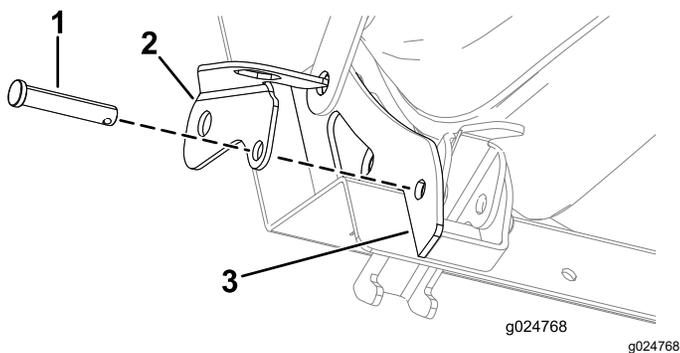

Figura 21
3. Inserite parzialmente il perno con testa nella staffa di bloccaggio (Figura 21).
- 4. Allineate la staffa di bloccaggio e il perno con testa nel foro del raccordo del sedile esterno (Figura 21).